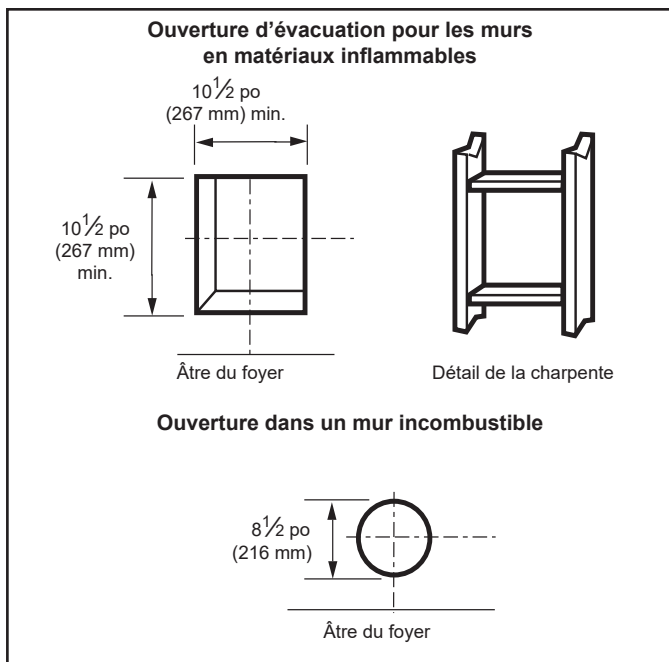

Figure 5.2 Localisation de l'ouverture d'évacuation sur le mur
Repérez l'ouverture d'évacuation sur le mur. Il peut être nécessaire de commencer par positionner le foyer et de prendre les mesures afin de déterminer l'emplacement de l'ouverture. Selon que le mur est inflammable ou incombustible, découpez l'ouverture aux dimensions requises. Voir la figure 5.2 (pour les murs inflammables, encadrez d'abord l'ouverture.)
**Murs inflammables :** découpez un trou de 10½ po de hauteur x 10½ po de largeur (267 x 267 mm) dans le mur extérieur et la charpente, comme indiqué. Consultez la figure 5.2.